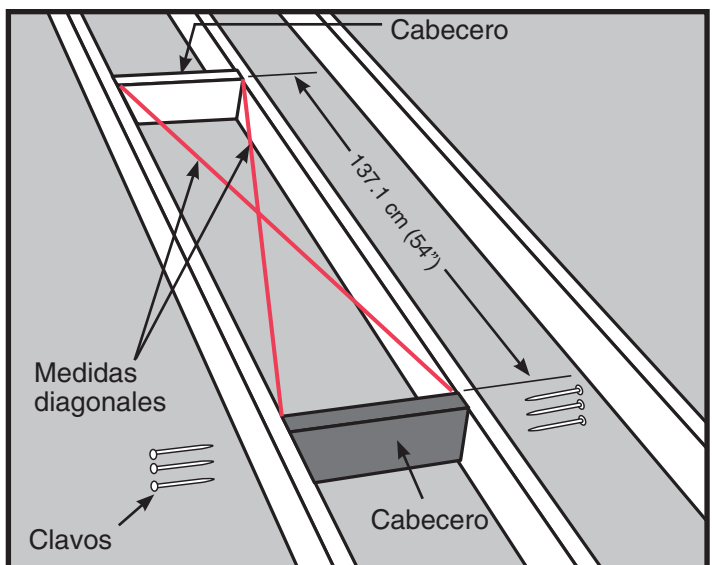

Figura 13 Cómo verificar la escuadra
PASO 5. Posicione el segundo cabecero a 137.1 cm (54") del primero, y repita el paso 4 (vea la Figura 13).
PASO 6. El marco para la abertura sin terminar necesita cuatro lados. Los cabeceros forman dos de esos lados. Si las vigas de su cielorraso están espaciadas de modo de formar los otros dos lados de la abertura sin terminar, revise la abertura para verificar la escuadra. Para ello, mida las diagonales. Las medidas deben diferir en menos de 3.2 mm (1/8") para que el conjunto se considere a escuadra (vea la Figura 13).